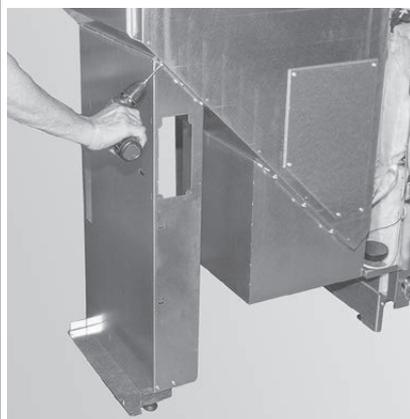
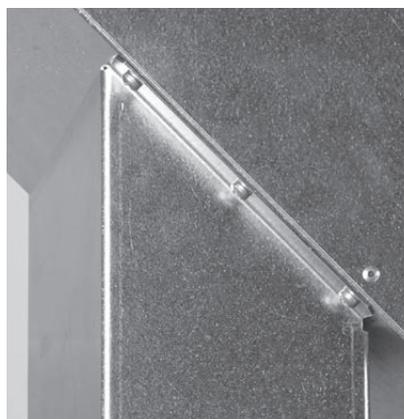

Fig. 57 Fissare il piede d'appoggio con 3 viti su ciascun lato
Fig. 58 Fissare il piede d'appoggio con 3 viti su ciascun lato
- ▶ Montare il piede d'appoggio, a tale scopo avvitare il piede con 3 viti su ciascun lato – Fig. 57, Fig. 58.